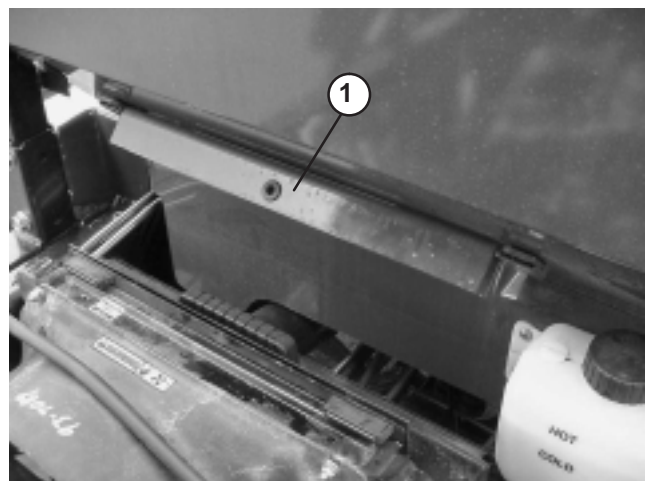

Figure 36
2. Sortez la béquille de sécurité des supports de rangement au dos de la structure de protection (ROPS) (Fig. 36).